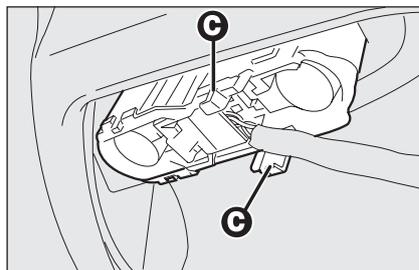

fig. 34
- abbassare lo sportello ed estrarre il gruppo portalampane agendo sulle linguette di ritegno **C-fig. 34**;
- reinserire il gruppo portalampane fissandolo correttamente in posizione mediante le linguette di ritegno **C-fig. 34**;
- abbassare lo sportello ed estrarre il gruppo portalampade agendo sulle linguette di ritegno **C-fig. 34**;
- reinserire il gruppo portalampade fissandolo correttamente in posizione mediante le linguette di ritegno **C-fig. 34**;